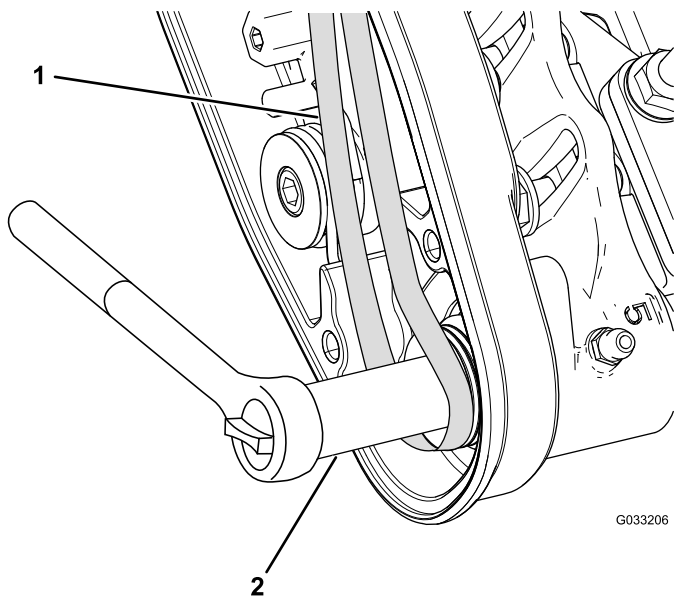

图27
C. 使用深套管9/16 英寸旋转滚筒刷组件并把皮带引入从动皮带轮 图27。